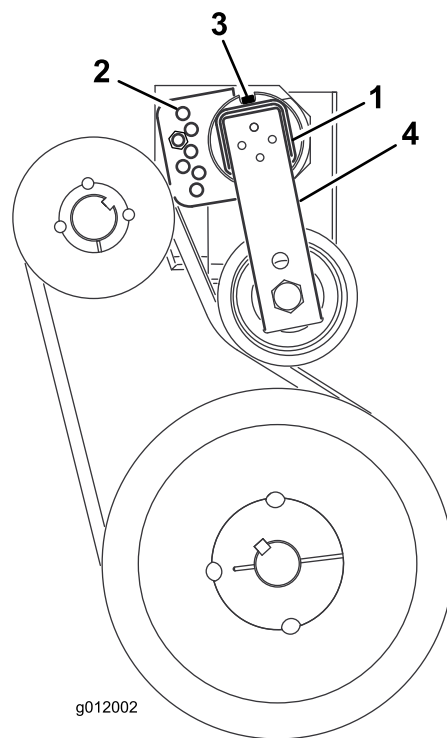

Figura 14
3. Rimuovete la vite a testa cilindrica e il dado che fissano la guida al telaio del soffiatore (Figura 14).
4. Sul retro del telaio, allentate la vite a testa cilindrica che fissa il tendicinghia al telaio (Figura 14).
6. Inserite la vite a testa cilindrica nei fori allineati della guida e fissatela con il dado (Figura 14).